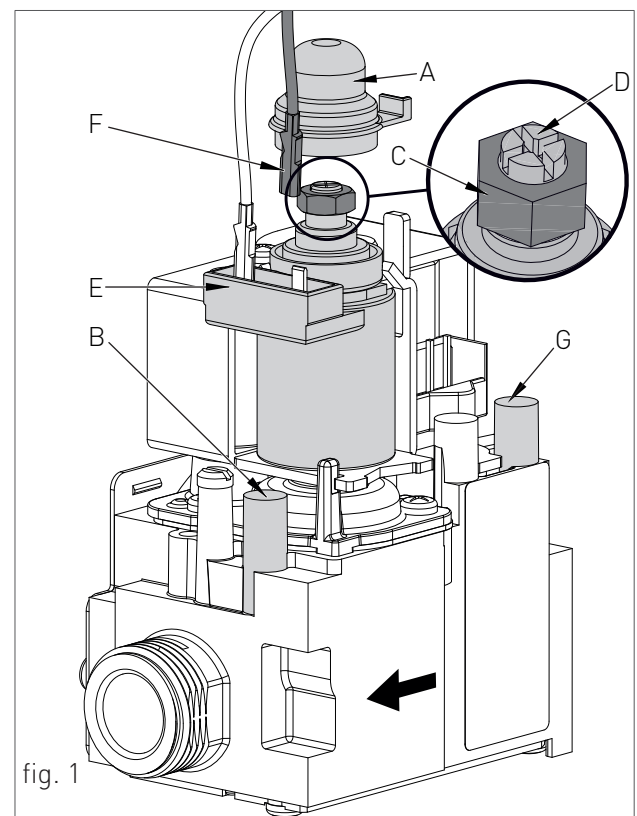

fig. 1
- › Dacă nu, scoateți capacul „A” (fig. 1) și utilizând o cheie de 10 mm, rotiți piulița „C” (fig. 1) până când manometrul indică presiunea corectă.
- › Scoateți capacul „A” (fig. 1) din modulator și verificați dacă piulița „C” (fig. 1) este strânsă complet.
- › Deconectați unul dintre cele două mufe de alimentare „F” (fig. 1) de pe modulatorul „E” (fig. 1) și verificați că presiunea gazului de pe manometru este conformă
- › Dacă nu, țineți piulița „C” în loc cu o cheie de 10 mm și folosiți o șurubelniță cu cap plat pentru a roti șurubul 'D' (fig. 1) până când manometrul indică presiunea corectă.
- › Reconectați alimentarea mufei la modulatorul 'E' (fig. 1);
- › Reajustați capacul „A” (fig. 1) pe modulator în poziția inițială pentru o funcționare corectă.